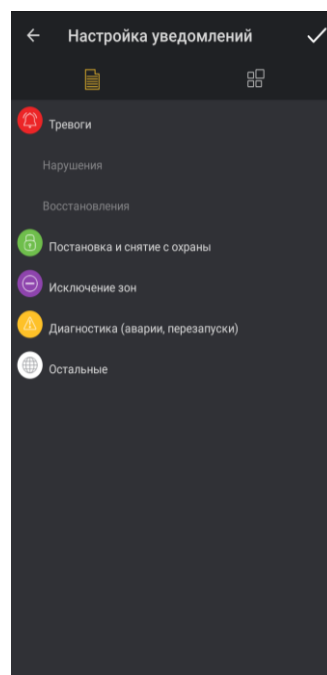

Рис. 26. Приложение INTEGRA CONTROL. Экран «Уведомление». Настройки push-уведомлений.
2. Выберите типы событий, о которых приложение должно уведомлять (рис. 26).